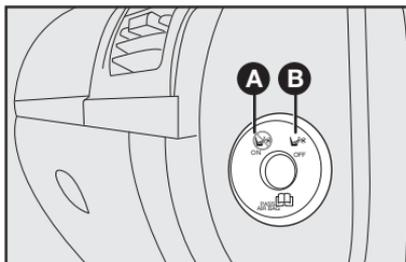

fig. 146
## Desactivación del Airbag frontal lado pasajero - fig. 146 y 147
El interruptor tiene dos posiciones **A** y **B**-fig. 146.
**A** - Airbag frontal lado pasajero activado (posición **ON A**-fig. 146) con señalador luminoso en el cuadro de instrumentos apagado.
**B** - Airbag frontal del lado pasajero desactivado (posición **OFF B**-fig. 146) con señalador luminoso en el cuadro de instrumentos encendido.